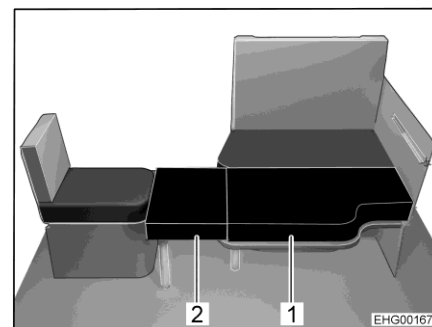
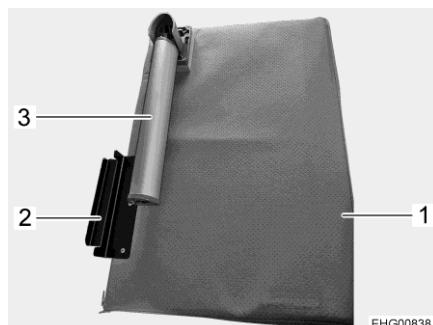

Bild 124 Efter ombyggnaden
Bild 125 Extrabräda
- Fäll ut fotstöd (Bild 125,3) på extrabräda (Bild 125,1).
- Haka fast extrabrädans hållvinkel (Bild 125,2) i enkelsätet och placera extradynan (Bild 124,2) på bordsskivan.
- Placera den andra extra dynan (Bild 124,1) på bordsskivan.